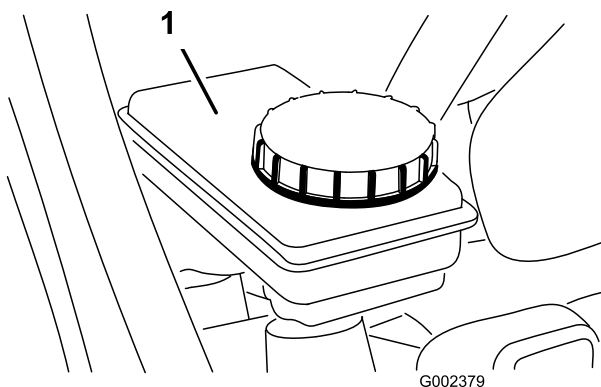

Bild 24
2. Der Flüssigkeitsstand sollte bis zur Voll-Markierung am Behälter reichen (Bild 24).
3. Wenn der Flüssigkeitsstand niedrig ist, reinigen Sie den Bereich um den Deckel, nehmen Sie den Behälterdeckel ab und füllen Sie den Behälter mit der angegebenen Bremsflüssigkeit auf den richtigen Stand auf (Bild 24).